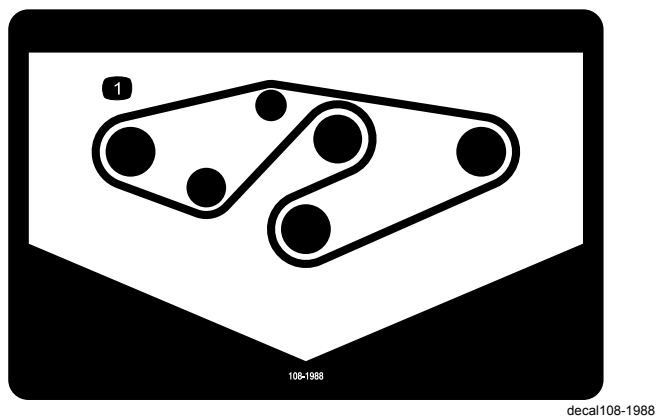

Figura 33
4. Pase la correa nueva alrededor de las poleas de los ejes y del conjunto de la polea tensora, según se muestra en Figura 33.